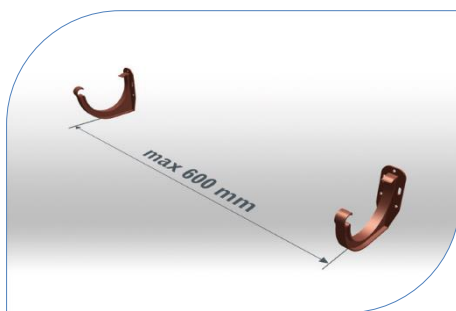

Рис. 2
- 1.4 Рекомендована відстань між кронштейнами становить 60 см (рис. 2)